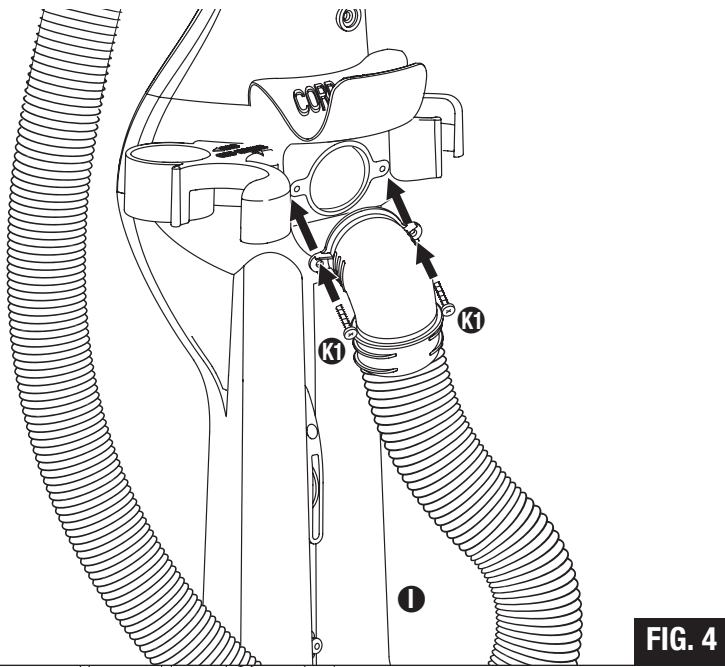

FIG. 4
Step 4: (FIG. 4) Secure the hose assembly ① to the hose connection on the rear housing ① with 2 short screws ③.
Étape 4 : (FIG. 4) Fixez le boyau de raccordement **1** au boîtier arrière **1** avec deux vis courtes **1**.
Paso 4: (FIG. 4) Fije el conjunto de la manguera **1** a la conexión de la manguera en el alojamiento trasero **1** usando 2 tornillos cortos **1**.